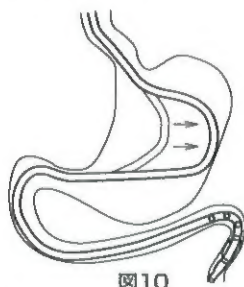

図10
15. チューブが抜けないように注意しながら、ガイドワイヤー挿入用キャップを緩め（反時計方向）、X線透視下でガイドワイヤーを抜去する。そしてイレウスチューブをさらに挿入し、胃内でたるませる（図10）。